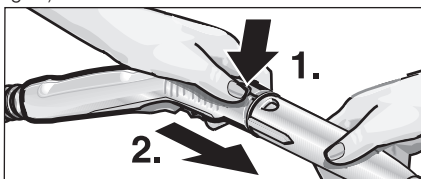

Fig. 5: Desacoplamiento del accesorio
- Para desacoplar el accesorio utilizado, pulse la tecla de desbloqueo (C3 ó G3) y tire de las piezas (véase la fig. 5).